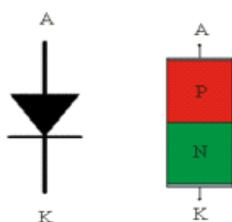

figura 1 - simbolo del diodo e corrispondenza con la giunzione pn
Il diodo è un componente elettronico basato su una giunzione pn, il cui simbolo elettrico è mostrato nella figura 1. I due terminali del diodo, denominati **anodo** (A) e **catodo** (K) corrispondono rispettivamente alle zone con drogaggio p e n della giunzione.